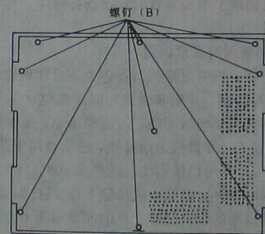

图 1-6 拆卸底板
(1) 将录像机翻倒过来, 使其底面朝上。然后, 参看图 1-6, 旋出底板上的 9 个螺钉 (B), 即可拆卸下底板。